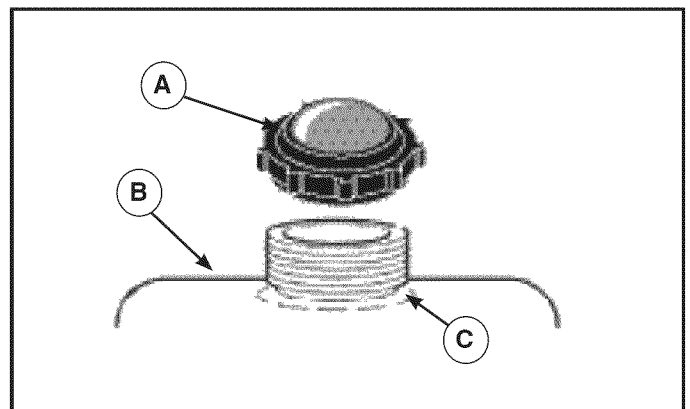

FIGURA 5
1. Limpie el área de la tapa del tanque de combustible. Retire la tapa del depósito de combustible (A, Figura 5). Consulte también la sección **Características y controles**.
2. Llene el depósito de combustible (B) con combustible. Para permitir que el combustible se expanda, no lleve el depósito por encima de la parte inferior del cuello del tanque de combustible (C).